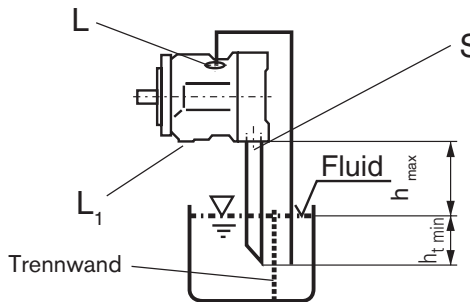

Bild 4
Anschluss "L" und evtl. "S" gem. Bild 4 verrohren, "L1" verschlossen. Bedingungen entsprechend 1.2.1.
a) Übertankaufbau gem. Bild 4.